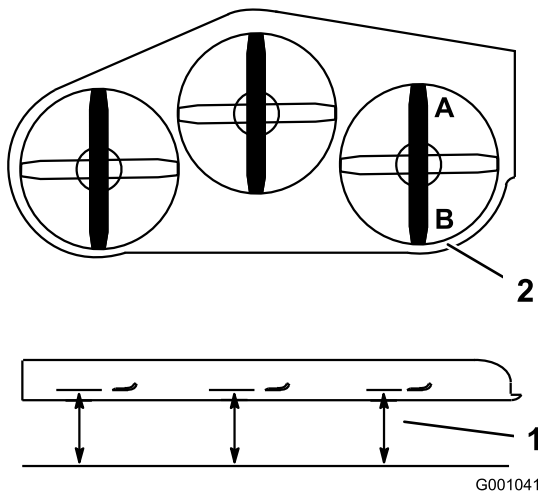

Figura 89
2. Disponete una lama in posizione longitudinale rispetto alla macchina. Misurate ai punti **A** e **B** da una superficie piana fino al tagliente della punta della lama (Figura 89).